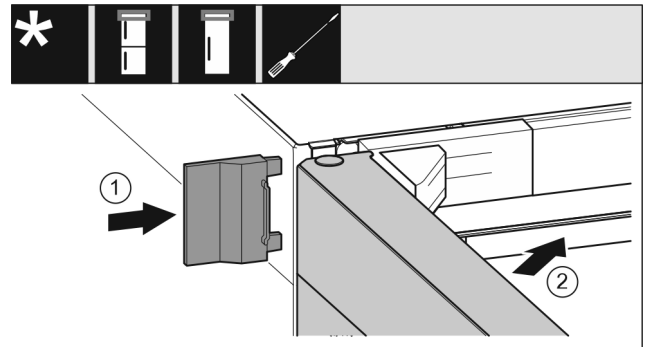

Fig. 35
- ▶ Ωθήστε το εξωτερικό κάλυμμα. Fig. 35 (1)